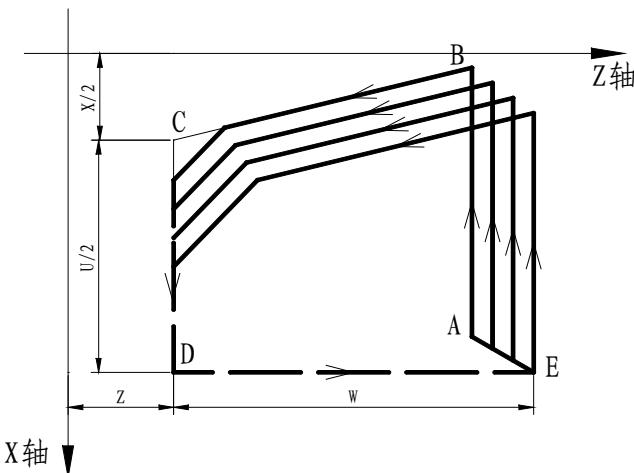

图 2-50
指令功能：系统根据指令地址所给的数据自动计算并进行多次螺纹切削循环螺纹加工完成，指令轨迹如图 2-50 所示。
- 用P、Q、R指定的数据，根据有无地址X (U), Z (W) 来区别。
- 循环动作由地址X (U), Z (W) 指定的G76代码进行。
- 考虑各地址的符号，有四种加工图形，也可以加工内螺纹。在图2-50所示的螺纹切削中，只有B, C间用F指令的进给速度，其他为快速进给。